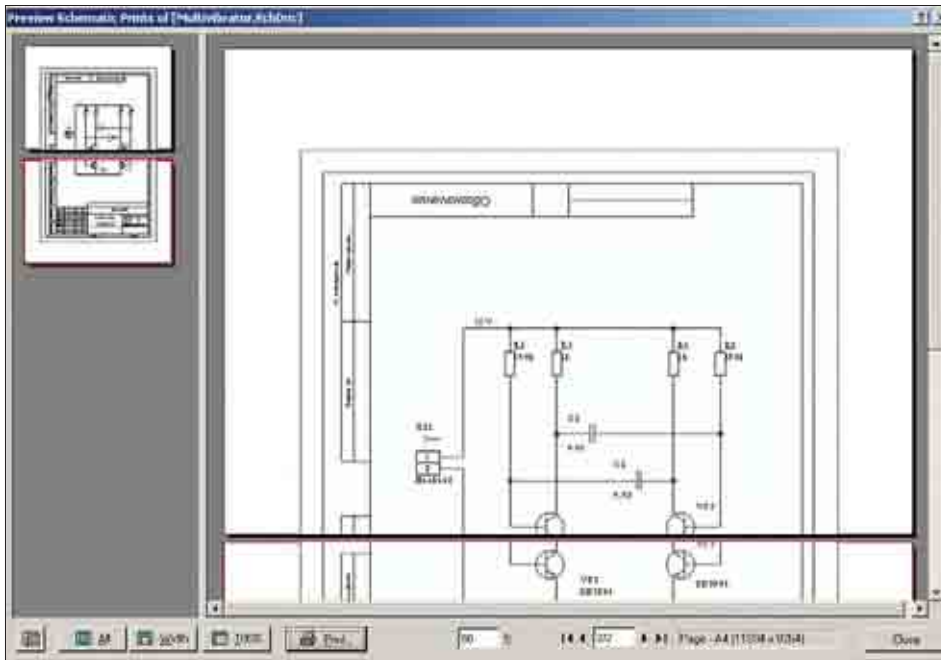

Рис. 11. Печать листа схемы большого размера на листе формата А4
7. Нажатием кнопки ОК закроем окно настроек листа. Вид распечатки в окне просмотра автоматически обновится (рис. 11).